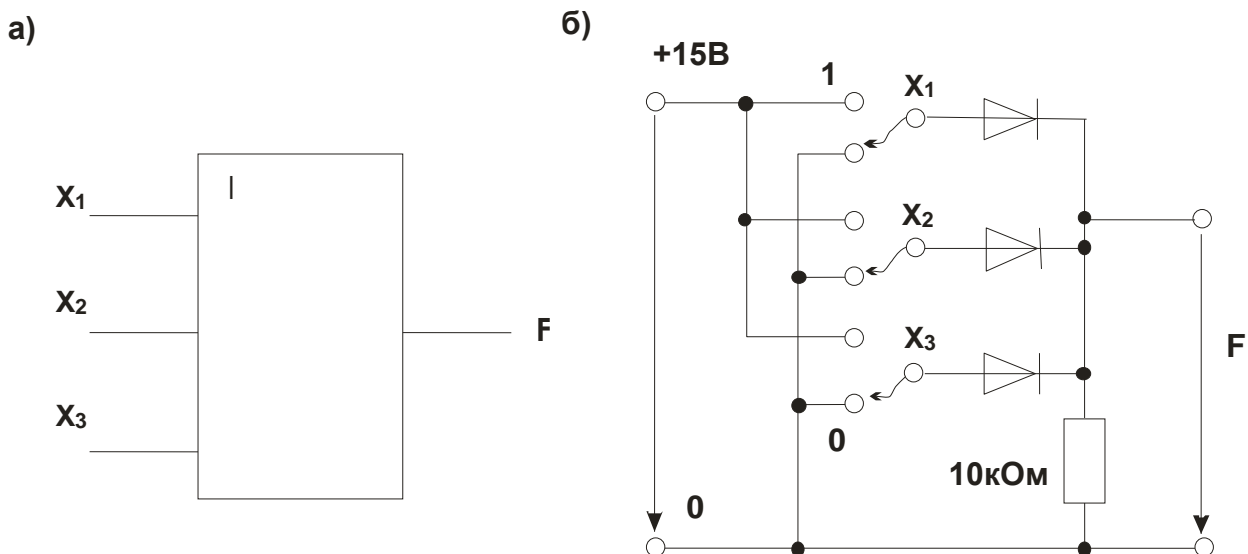

Рис. 7.2.1
Элемент **ИЛИ** имеет несколько входов и один выход. Выход приобретает значение 1, когда хотя бы один вход данного логического элемента имеет значение 1. Его условное обозначение показано на рис. 7.2.1а.
- Соберите цепь согласно схеме (рис. 7.2.1б). Подайте последовательно